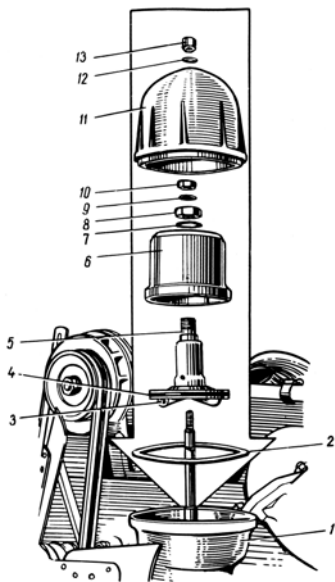

Рис. 21. Фильтр центробежной очистки масла:
1. Отвернуть гайку 13 крепления колпака 11 (рис. 21) и снять колпак.